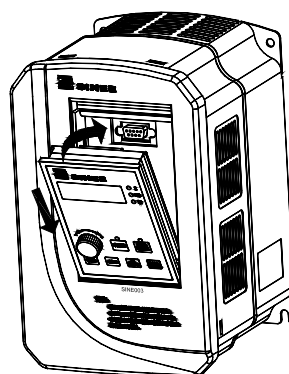

图 2-4 键盘安装图示
- 键盘的安装：先将键盘的底部固定在变频器键盘安装槽的下方，用手指按住顶部后往里推，到位后即可；如图 2-4 所示。